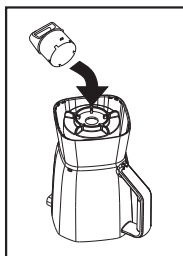

Fig. 17
4. Vire o fundo preto com rosca para o copo de 2 L para baixo e coloque-o na parte inferior do copo com rosca e sobre a parte inferior da lâmina. Gire no sentido horário para ajustar (Fig. 17). Certifique-se de que a parte inferior do copo esteja bem fixo ao fundo preto com rosca.